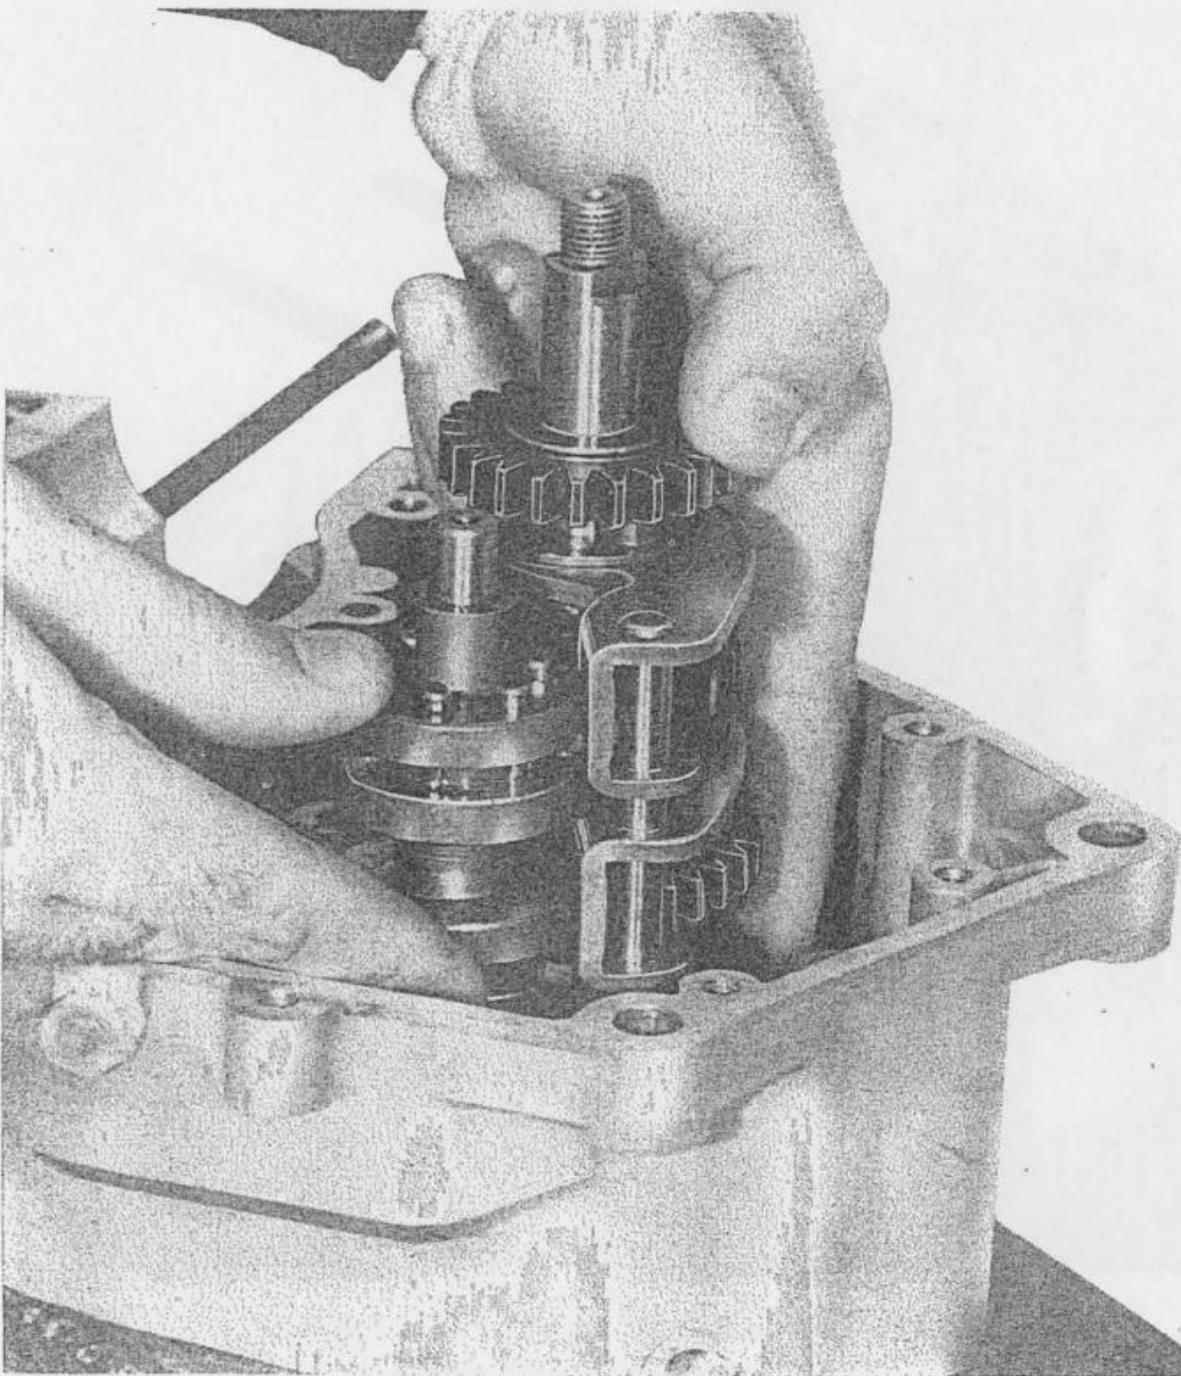

Fig. 29 - Montaggio albero a cammes
- Montare l'albero a cammes, avendo cura che la sfera segnamarce vada ad alloggiare in una delle cavità sulla cammes. Infilare il perno delle forchette nella gola della cammes, quindi introdurre completamente l'albero secondario, unitamente a tutto quanto è ad esso collegato (fig. 29). Nel montare l'albero a cammes, è necessario che esso venga montato come raffigurato in figura: la gola della camme superiore, deve risultare con la sua estremità, assai vicina al perno della forchetta superiore.